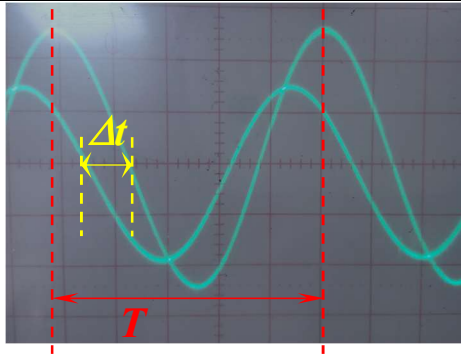

Figure 4. Calcul de déphasage à partir du décalage temporel
4. Utiliser le bouton 13 et choisir le MODE DUAL pour observer sur l'écran les deux signaux (Fig. 4)